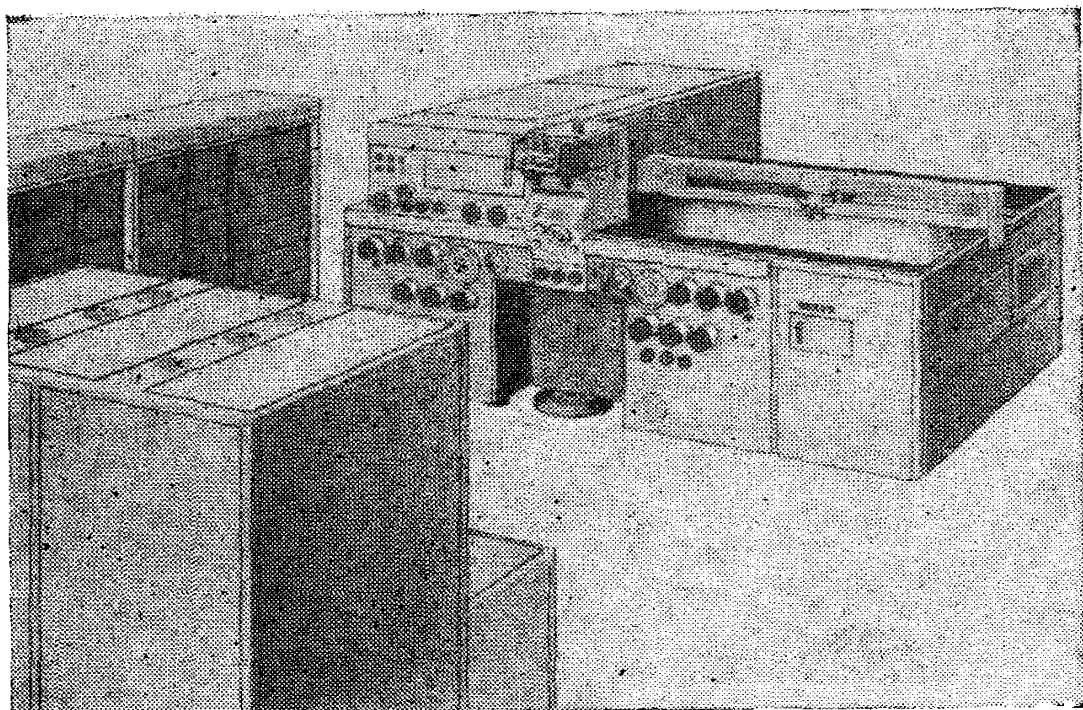

Рис. 40. Стереотригомаг
7.12. Стереотригомет (рис. 40) — универсальный прецизионный стереофотограмметрический прибор, предназначенный для составления карт крупных, средних и мелких масштабов, а также для развита пространственной фототриангуляции.